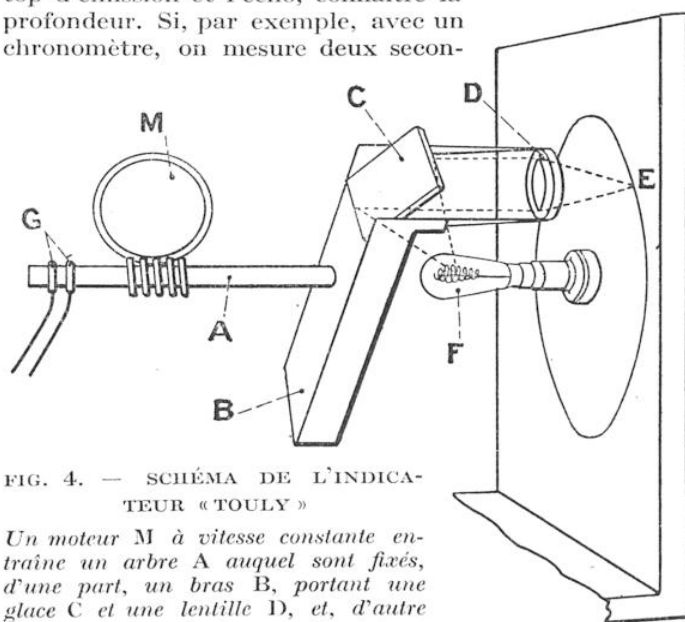

FIG. 4. — SCHÉMA DE L'INDICATEUR « TOULY »
*Indicateur Touly* (fig. 4 et 5). — Dans cet appareil, une glace mobile, tournant d'un mouvement uniforme, projette sur un